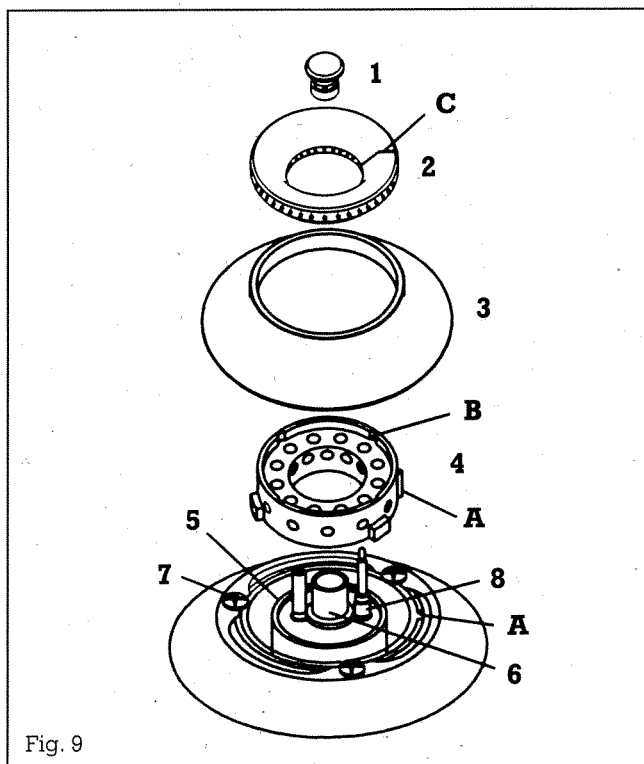

Fig. 9
6. Destornillar los tornillos de fijación de la cubeta **7** (fig. 9) y extraer el mismo.
Indicación: Para que quede garantizada la conexión a tierra, el tornillo de fijación de la cubeta **7** (fig. 9), deberá ir protegido mediante arandela dentada contra aflojamiento. Enroscar ligeramente los tornillos **7** en cada quemador (M 4 x 8). Apriete bien los tornillos tras el ajuste definitivo.
Si los quemadores funcionan correctamente, desconectar el aparato de la corriente eléctrica. Quitar nuevamente las partes de los quemadores. Colocar la cubeta correctamente. El nombre Gaggenu deberá encontrarse adelante. Asegurar la cubeta con los tornillos de fijación **7** (fig. 9) y una **arandela dentada** (para poner a tierra la cubeta).